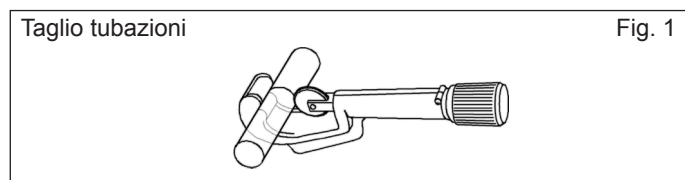

Fig. 1
A) Tagliare i tubi ed il cavo (Fig. 1)